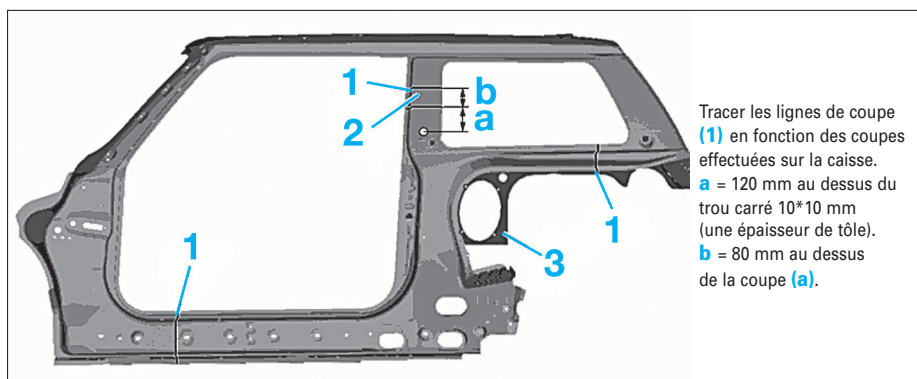
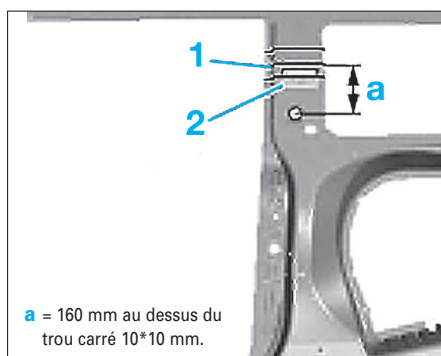

FIG. 14
FIG. 15
- Effectuer les découpes sur le côté de caisse neuf (Fig.14).
- Récupérer le morceau de tôle (2) obtenu lors de la découpe de l'élément neuf.
- Percer l'élément neuf dans la zone (3).
- Couper l'élément neuf suivant la ligne de coupe (Fig.15).
- Souder un raidisseur (2) (Fig.15) (se servir de la pièce récupérée lors de la coupe (Fig.14)).